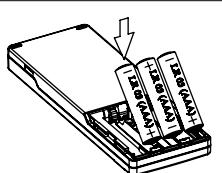

Рисунок 1. Начало работы Intro II 8533-9
- вставить элементы питания в пульт, соблюдая полярность (см. рис. 1);